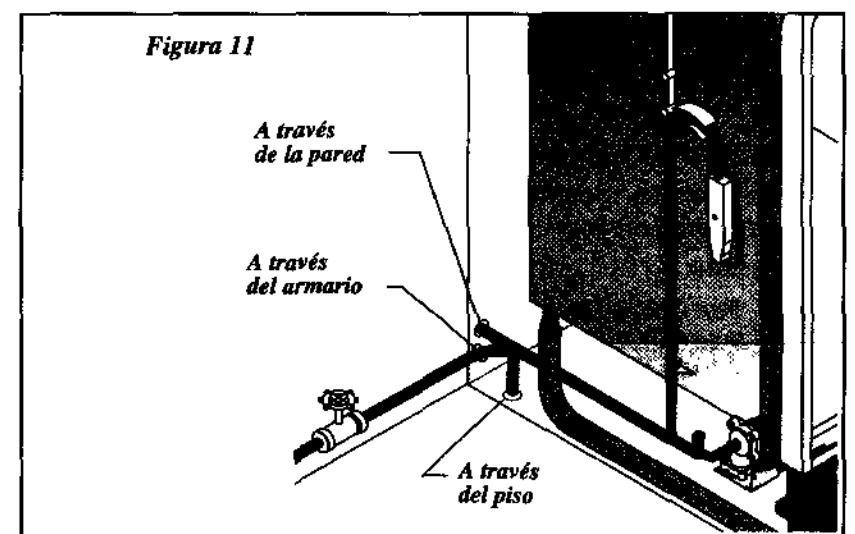

Figura 11
- Guíe la tubería del agua hacia la llave de admisión del agua como se muestra en la Figura 11.
- Si la llave de admisión del agua se obstruye asegúrese de que el suministro de agua esté cerrado. Saque los cuatro (4) tornillos del extremo de la admisión de la llave y limpie la rejilla filtradora.